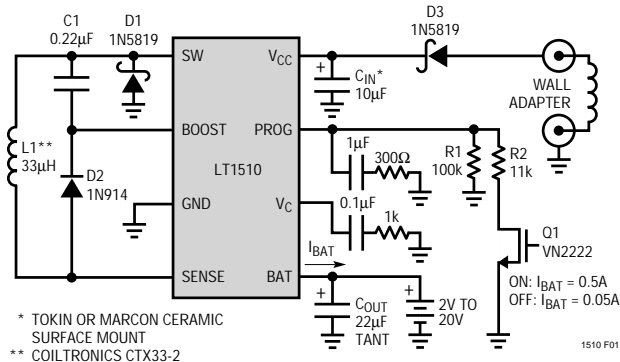

Figure 1. Charging NiMH or NiCd Batteries
*NiCdおよびNiMHバッテリーには充電終結回路(図1には記載なし)が必要です。